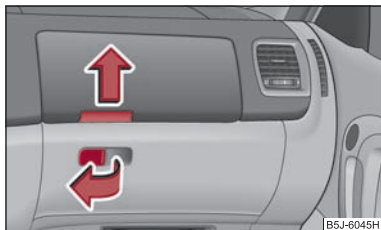

Fig. 79 Tabloul de bord: Compartimente pe partea pasagerului din față
- Trageți mânerul din capac în sensul indicat de săgeata ⇒ fig. 79 și deschideți capacul în jos.